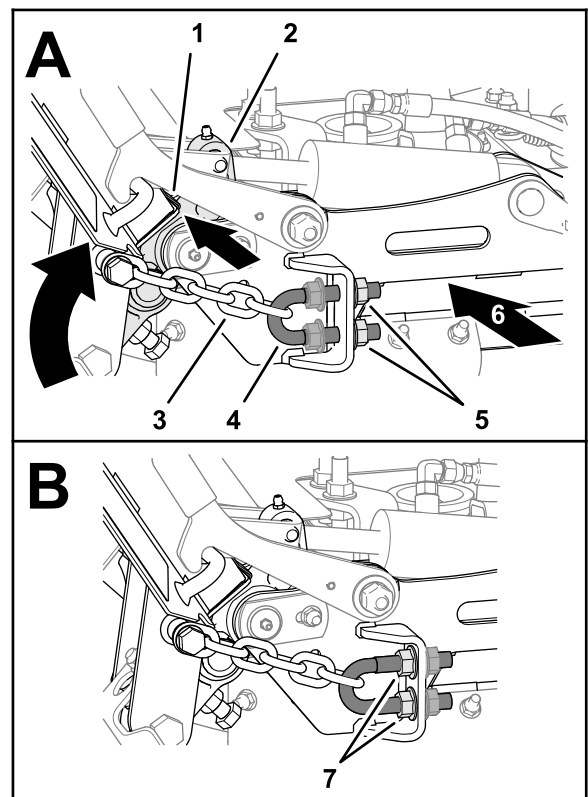

Figura 37
3. Na parte posterior da plataforma, aperte as porcas flangeadas serradas interiores até que as correntes fiquem tensionadas (Figura 37).
4. Enrosque as porcas flangeadas serradas (Figura 37) e aperte-as com 103 to 127 N·m.